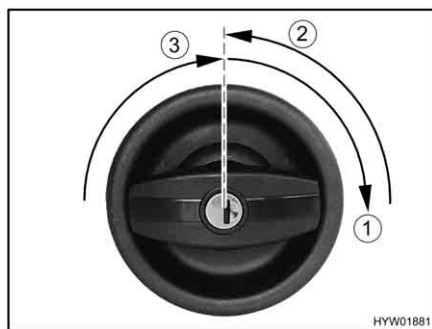

Fig. 20 Serratura della porta di ingresso, lato esterno, aperta
- Inserire la chiave nel cilindro della serratura e ruotare in senso orario (Fig. 20,1), fino a quando la serratura della porta si sblocca.
- Riportare la chiave in posizione centrale (Fig. 20,2) ed estrarla.
- Ruotare la manopola della porta in senso orario (Fig. 20,3) fino a quando la serratura della porta si sblocca.